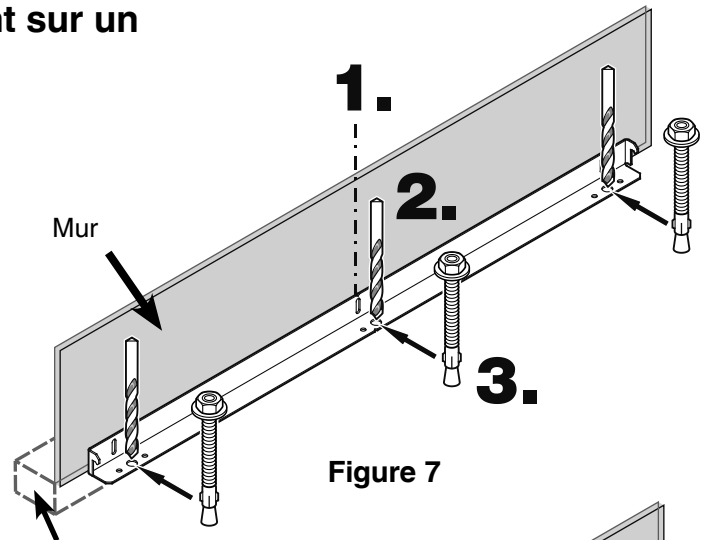

Figure 7
## Montage du dispositif antibasculement sur un sol en béton - Figure 7 - 8
2. Percer un trou de 3/8 po de diamètre dans l'une des positions représentées à la **Figure 7** en utilisant une mèche au carbure.